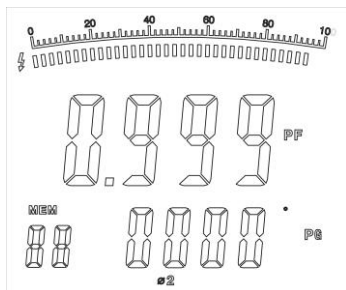

Figure 19
Réappuyez sur **SEL** pour sélectionner la seconde phase (figure 19).
- Pressez **SEL** pour sélectionner la seconde phase (figure 19).